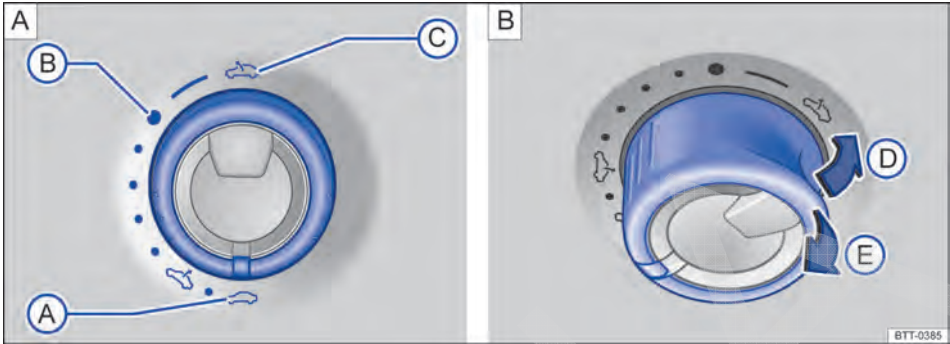
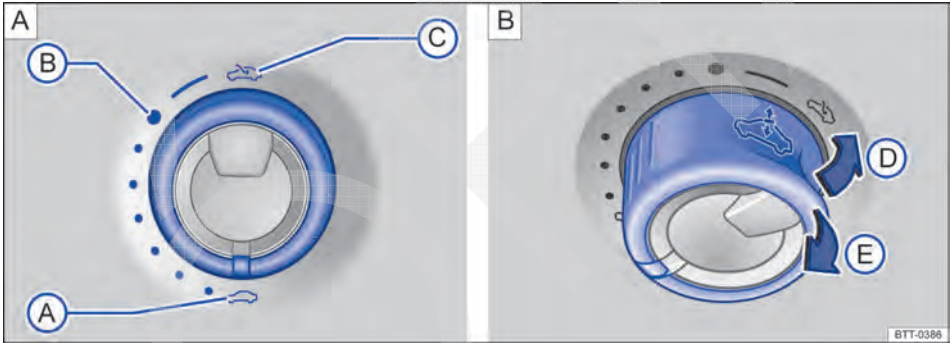

Fig. 45 No revestimento do teto: interruptor para levantamento, abertura ou fechamento do teto de vidro (variante 1).
Fig. 46 No revestimento do teto: interruptor para levantamento, abertura ou fechamento do teto de vidro (variante 2).
Para o levantamento do teto de vidro, o interruptor deve se encontrar na posição de base → Fig. 45 ou → Fig. 46 .
→ Fig. 45 ou → Fig. 46
→ Fig. 45 [B] ou → Fig. 46 [B]
- Girar o interruptor para a posição “Fechado” → Fig. 45   ou → Fig. 46  .
- Dentro de aproximadamente 5 segundos após a liberação do limitador de força, puxar o interruptor o tempo necessário para trás no sentido da seta → Fig. 45   ou → Fig. 46  , até que o teto de vidro esteja completamente fechado.